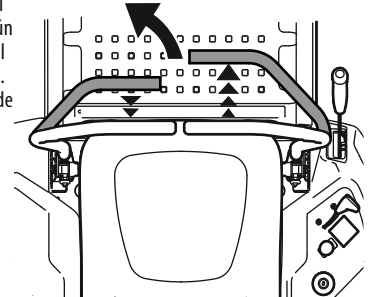

Figura 20
1. Para girar a la izquierda, mueva la palanca de control de la transmisión del lado izquierdo hacia atrás respecto de la palanca de control de la transmisión derecha. Consulte la Figura 20.